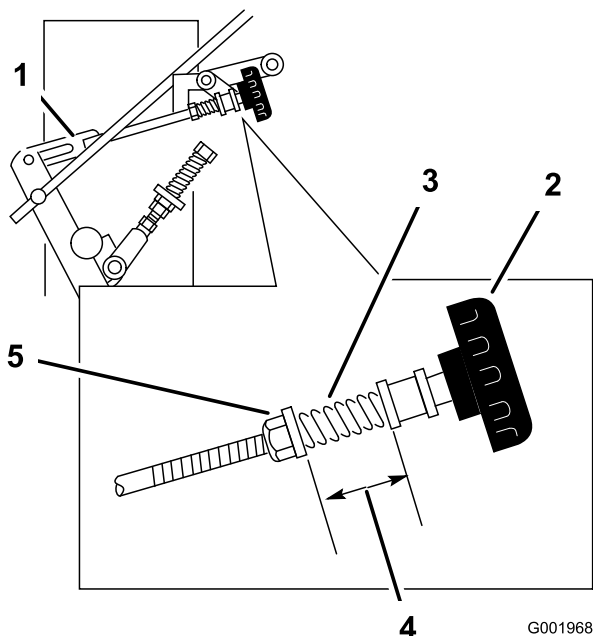

Figure 50
4. Réglez la timonerie droite en tournant le bouton Quick-Track dans le sens anti-horaire jusqu'à ce que la roue commence à tourner en avant (Figure 50).
5. Tournez le bouton dans le sens horaire 1/4 de tour à la fois. Déplacez ensuite le levier de changement de vitesse en avant et ramenez-le au point mort. Répétez cette opération jusqu'à ce que la roue droite arrête de tourner en avant (Figure 50).
6. Le ressort qui maintient la tension sur le bouton n'a normalement pas besoin d'être réglé. Toutefois, si un réglage est nécessaire, réglez la longueur du ressort à 26 mm (1 po) entre les rondelles (Figure 50).
7. Pour régler la longueur du ressort, tournez l'écrou à l'avant du ressort (Figure 50).